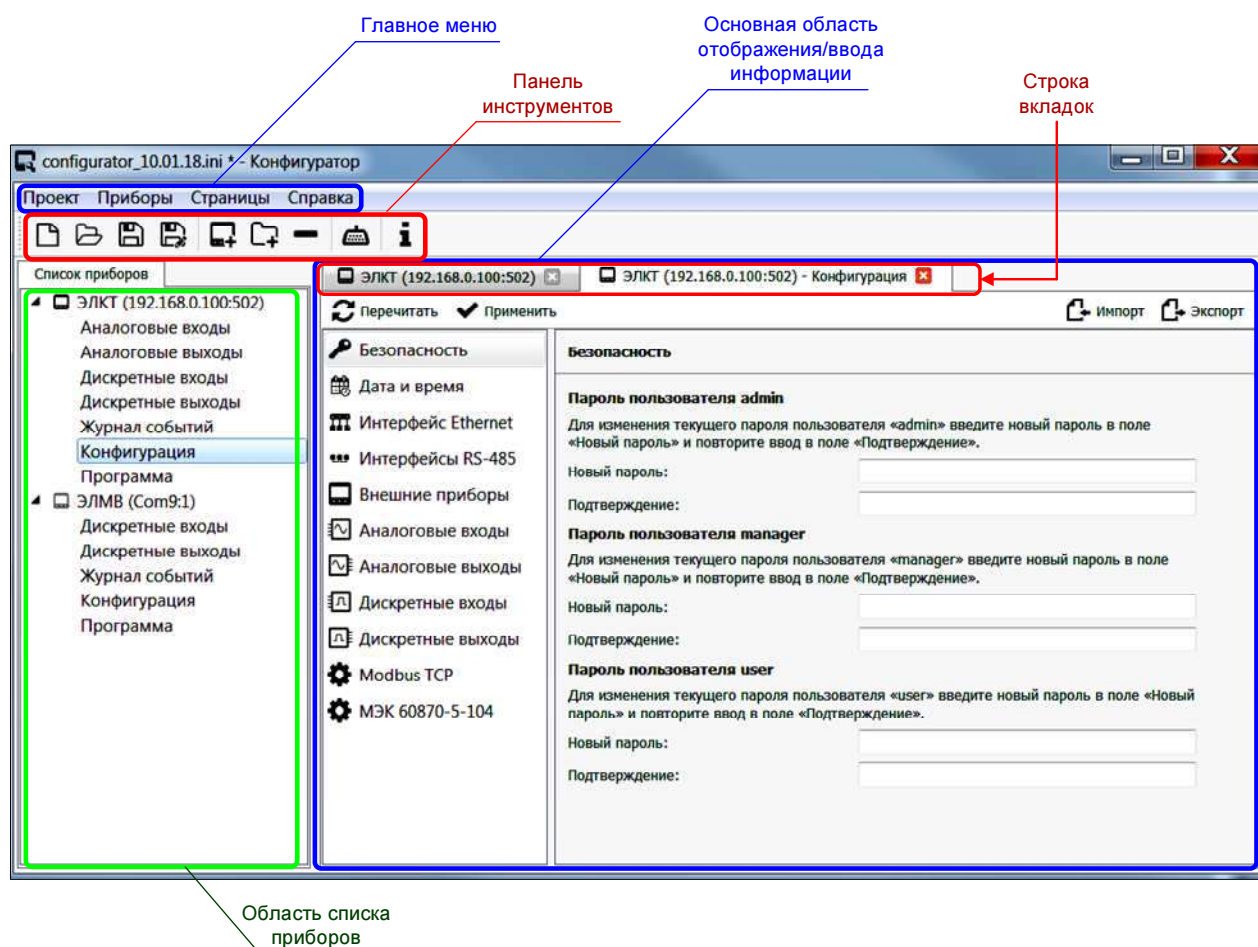

Рисунок 14 – Структура главного окна программы «Конфигуратор»
3.10.3.1 После запуска программы (ПО) «Конфигуратор» на экран выводится главное окно программы «Конфигуратор». Главное окно программы содержит в себе следующие элементы (рисунок 14):